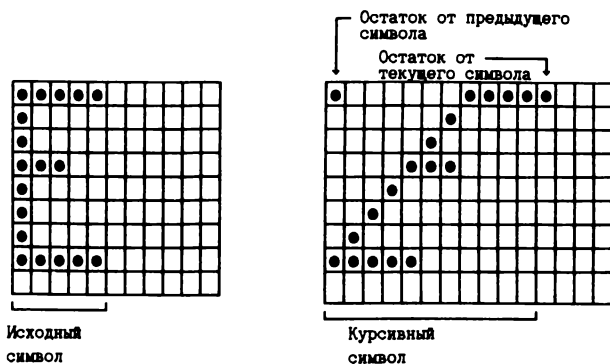

Рис. 3.12 Преобразование черного символа в курсивный вид
**Курсив.** Пусть символ описывается координатой  $j$  по горизонтали и координатой  $i$  по вертикали. Для каждого прохода  $1 \leq i \leq 9$ ,  $1 \leq j \leq 12$ . Каждая точка исходного символа с координатами  $(i, j)$  перемещается на место  $(i, 2j-1)$  в символе курсива. При таком алгоритме предыдущий символ может занимать часть места, отведенного для следующего символа. Поэтому остаток предыдущего символа учитывается при преобразовании текущего. Для реализации алгоритма отводится рабочая область формирования символа, из которой и производится его считывание. На рис. 3.12 схематично показано преобразование прямого символа в курсивный.